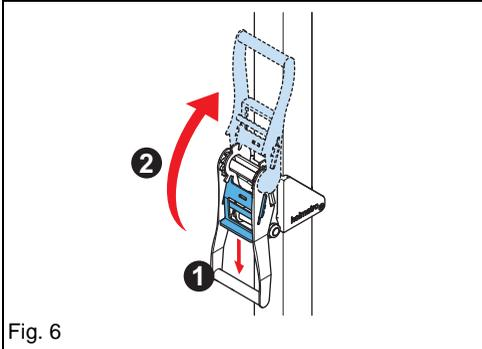

Fig. 6
- Suelte el mecanismo de trinquete. Consulte el capítulo Fig. 6.
- Suelte la correa tensora. Consulte el capítulo Fig. 6.